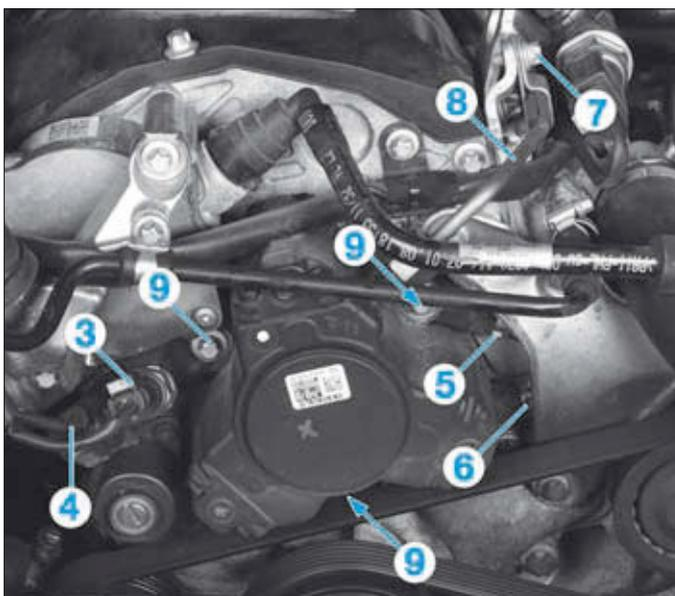

FIG. 35
- Débrancher le connecteur de la sonde de température du carburant (3) et celui de l'électrovanne régulatrice de débit (4) (Fig.35).
- Débrancher la durit de retour (5) et la durit d'arrivée (6) du carburant à la pompe haute pression.
- Déposer la vis (7) du support de la canalisation haute pression.
- Dévisser la canalisation haute pression (8) sur la pompe et sur la rampe.